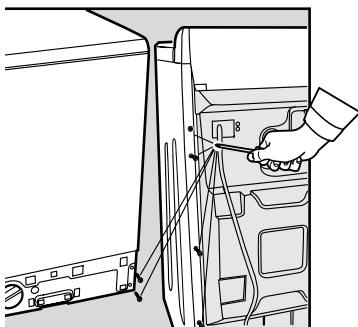

Abb. 1
2. Nehmen Sie den Sockel ab und schrauben Sie die beiden unteren Schrauben (rechts von Ihnen) aus; Schrauben Sie nun die 6 hinteren Schrauben (dieses Mal links von Ihnen) aus und nehmen Sie das Seitenteil (leicht schräg nach außen herausziehend) ab. (Abb. 1 und 2).